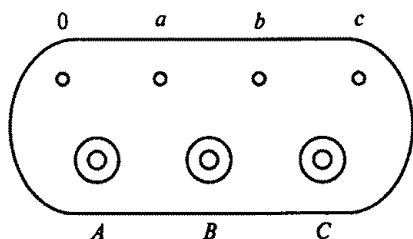

Рис. 176
6.39. Какие клеммы должны быть подсоединены к питающей сети, если трехфазный трансформатор на рис. 176 понижающий?